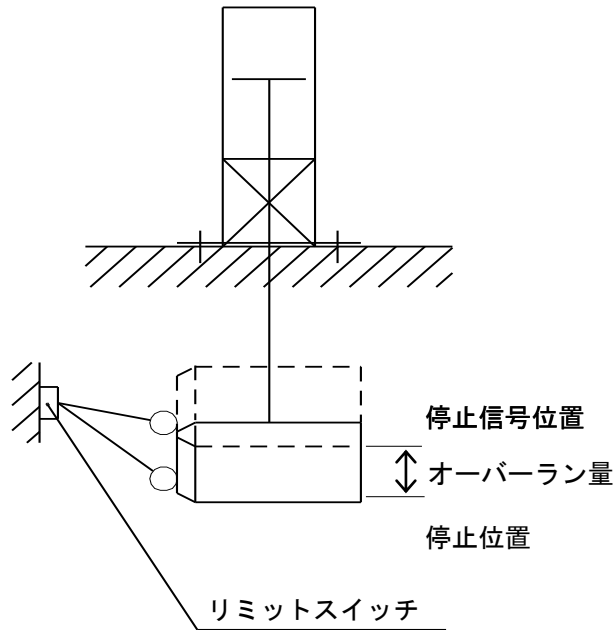

図6. 中間停止時のオーバーラン量
機械的なロックのため、停止信号に対し瞬時には停止せず、時間的遅れを生じて停止します。この時間遅れによる停止信号の入力位置から停止位置のズレ量がオーバーラン量です。そして、オーバーラン量の最大、最小の中が停止精度です。この関係を図6に示します。
- 弊社標準のオートスイッチの場合は、動作範囲が 8~14mm(スイッチ型式, シリンダ内径により異なる)です。これを超えるオーバーラン量の時は、図6に示すようにシリンダ外部に、信号出力の自己保持機能を持っている近接スイッチあるいはリミットスイッチなどを設置し、オーバーラン量に対して調整をお願いします。
② オーバーラン量を少なくする、より停止精度を向上させるためには、停止信号からロックが働いて停止するまでの時間をできる限り短くしてください。
③ 停止精度は作動速度の変化に最も影響を受けますのでご注意ください。